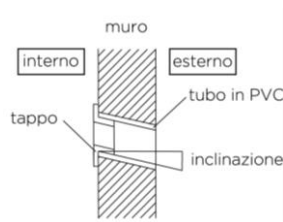

Figura 5
- Praticare i fori come mostrato nella Figura 5. Il foro, di 80 mm di diametro, deve avere una leggera inclinazione verso il basso verso l'esterno.
- Tagliare il tubo in PVC con una leggera inclinazione e inserirlo nel foro (Figura 5).